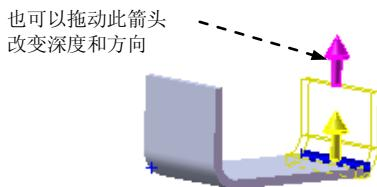

图 10.2.12 设置深度和方向
(2) 定义长度类型和长度值。
- ① 在“边线-法兰 1”对话框 **法兰长度(L)** 区域的 下拉列表中选择 **给定深度** 选项。
- ② 方向如图 10.2.12 所示，在 文本框中输入深度值 7.00。
- ③ 在此区域中单击“外部虚拟交点”按钮 .